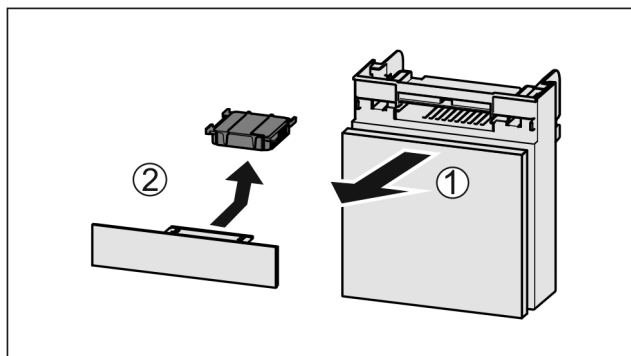

Fig. 162
- Fach nach vorne herausziehen Fig. 162 (1).
- Aktivkohlefilter entnehmen Fig. 162 (2).